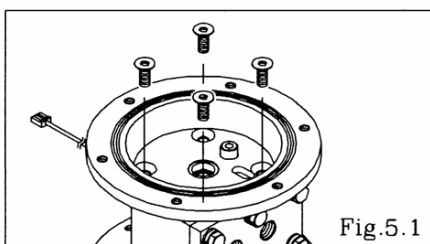

Fig.5.1
- ・エアチャンバー取付ボルト 8 か所を外し、エアチャンバーおよびガスケットを取り外す。〔Fig.5.1〕